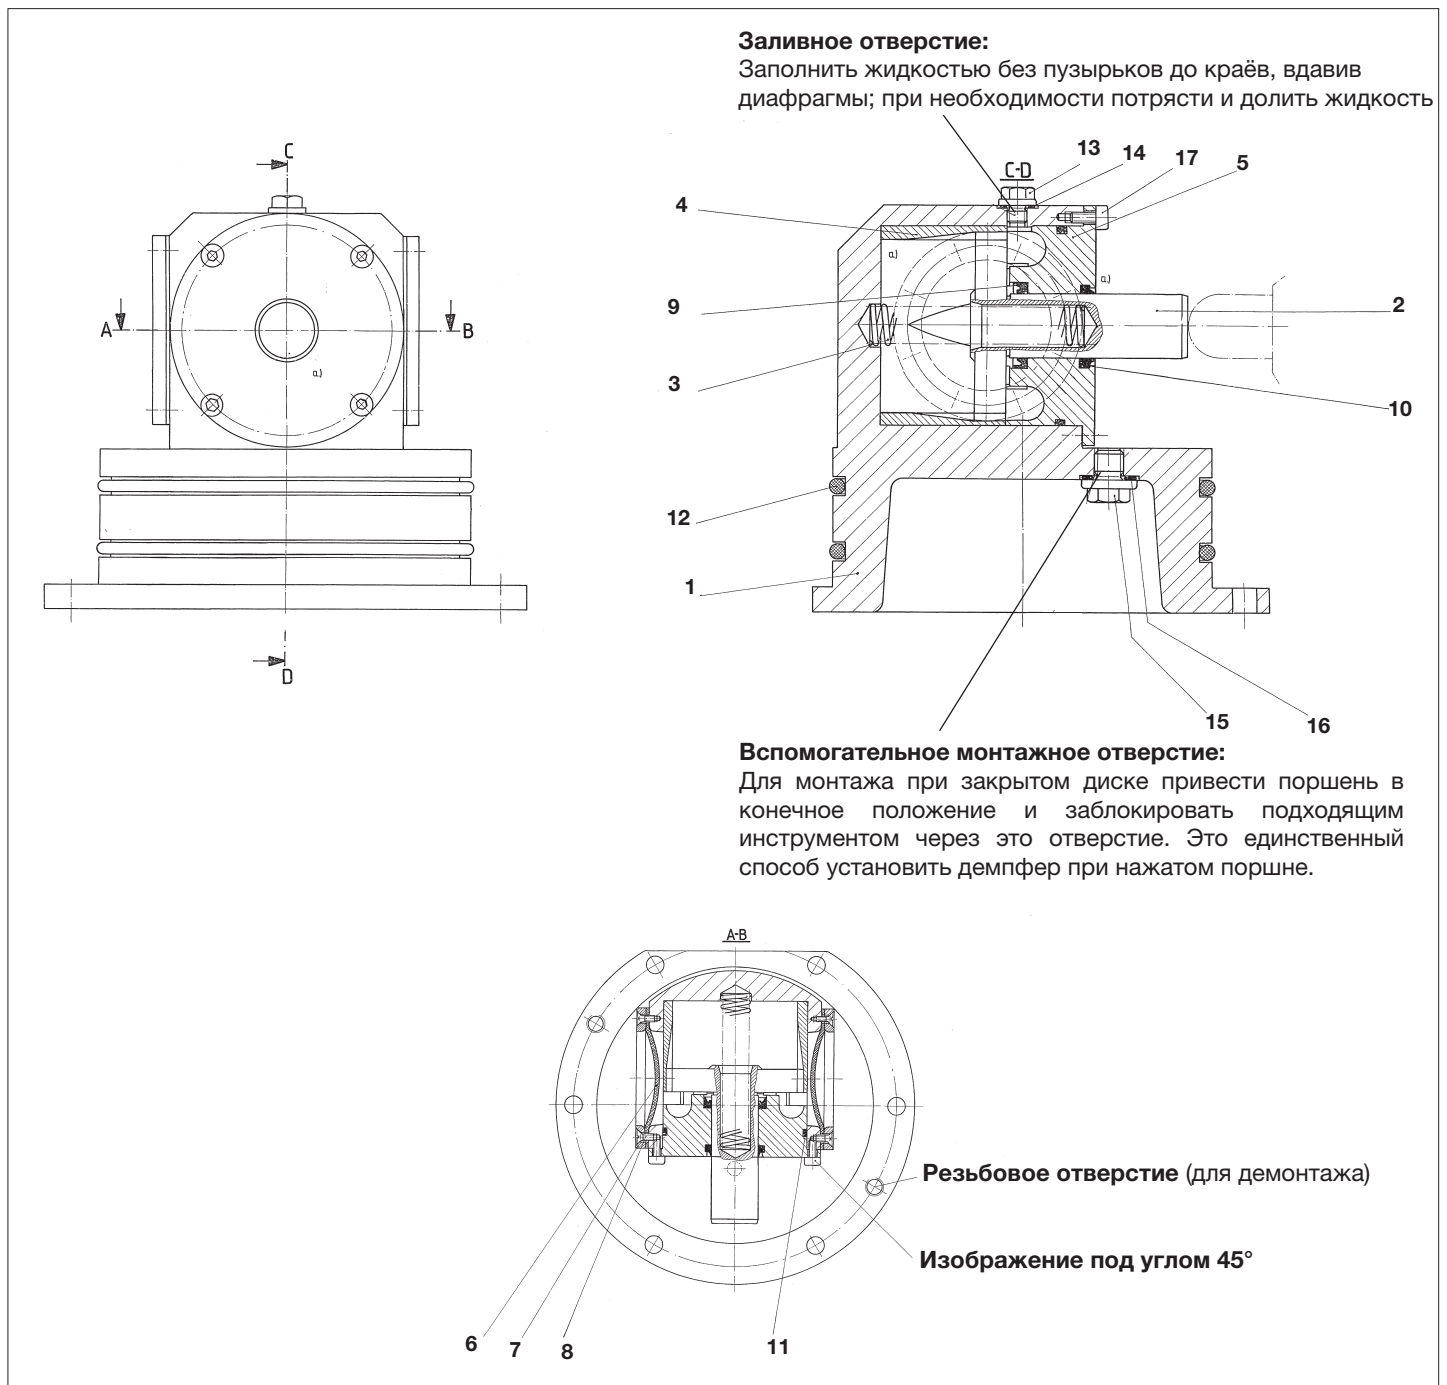

Рис. 4: Строение внутреннего демпфера
Демпфер при производстве заполнен жидкостью без пузырьков (в стандартном исполнении – водой), на верхней части демпфера имеется пробка (13) (рис. 4). Диафрагмы (6) должны быть втянуты внутрь. В таком состоянии демпфер полностью готов к работе. Затвор монтируется в горизонтальный или вертикальный (только без направления потока снизу вверх) трубопровод. Давление в системе в этом случае не очень важно, т.к. оно передается непосредственно среде внутри демпфера посредством поверхности диафрагм. Эффект демпфирования возникает в момент касания ударного болта диска с центром поршня (2), который приходит в движение и выдавливает жидкость за поршнем через входную поверхность особо сформированного контура (4). Функция диафрагм – компенсировать сжатие в камере демпфера, вызванное воздействием поршня.
Специальная форма входного контура обеспечивает плавный ход диска клапана при принятии им конечного положения (закрытия). В связи с этим длительность демпфирования определяется давлением внутри демпфера и шириной кольцевого зазора вокруг поршня, через который должна просачиваться жидкость. Когда диск открывается, поршень выдавливается обратно в исходное положение с помощью упорной пружины (3) (рис. 4), установленной за поршнем, а жидкость внутри демпфера всасывается обратно в камеру за несколько секунд. После этого демпфер снова готов к работе.